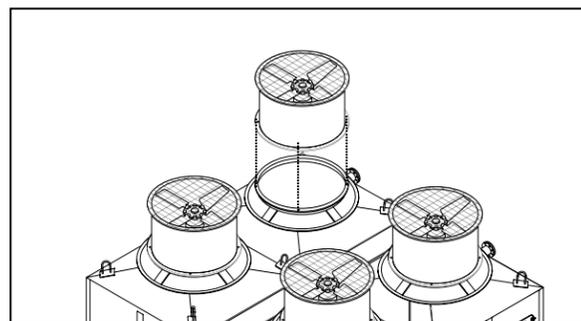

Figura A-41: Instalación del ducto del ventilador en un reductor de ducto en una torre de cuatro ventiladores
D. Si hay más de un ventilador, siga las siguientes instrucciones de los pasos anteriores para instalar los ductos restantes (ver ejemplo en Figura A-41). Cada ducto está marcado con un número en el interior del borde inferior; este número debe coincidir con el número del reductor correspondiente.